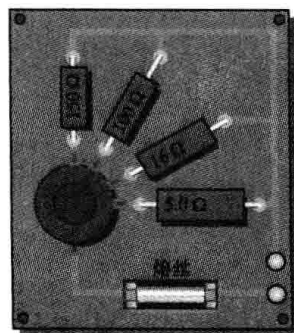

图 3-21 负载测试箱顶视图和印制电路板
3) 指定熔丝并列位置。熔丝必须足以承受预计的最大电流 (1A), 熔丝合理的选择是 1.5 A。最终的设计如图 3-21 所示。要完成整个箱制作,零件清单包括印制电路板、元件和硬件物品(箱子、螺丝、旋钮等)。